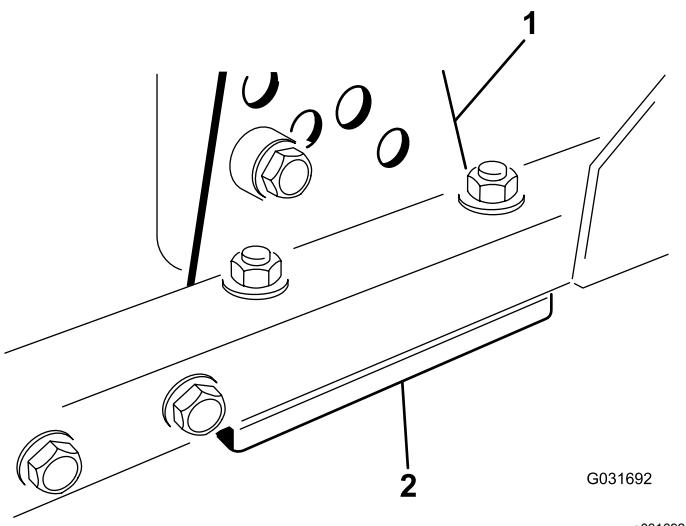

Figura 94
1. Retire el soporte de altura de corte (delantero, izquierdo o derecho) del bastidor de la carcasa (Figura 94).
2. Coloque suplementos de 1,5 mm y/o 0,7 mm entre el bastidor de la carcasa y el soporte hasta lograr el ajuste de altura deseado (Figura 94).